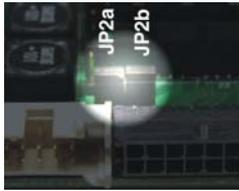

図 3-3 ジャンパ JP2a/JP2b (クローズ)
2) ジャンパ JP2a と JP2b を “クローズ” 位置に設定してください。(→ 図 3-3):